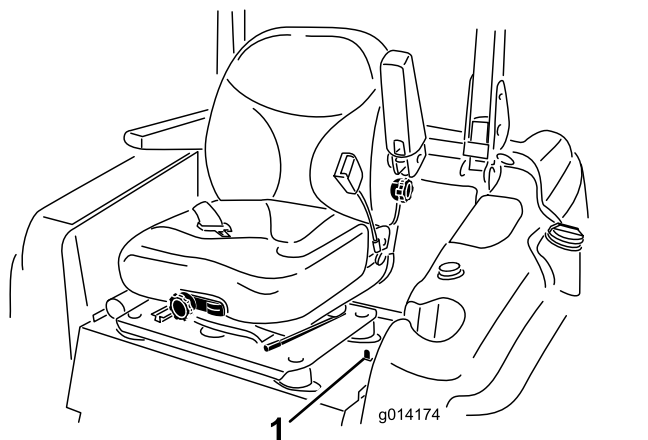

Figure 16
1. Déplacez le verrou du siège, situé sur le côté gauche du siège (Figure 16), vers l'arrière pour déverrouiller le siège et tirez le haut du siège en avant.